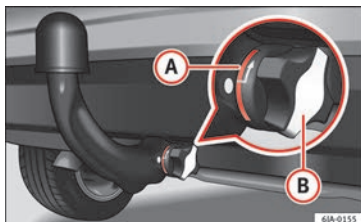

Fig. 200 Fixation correcte de la barre à boule d'attelage.
- La marque rouge (A) » fig. 200 sur la molette pointe vers la marque blanche sur la barre à boule d'attelage.
- Le cache (B) a été mis en place sur la serrure de la molette.